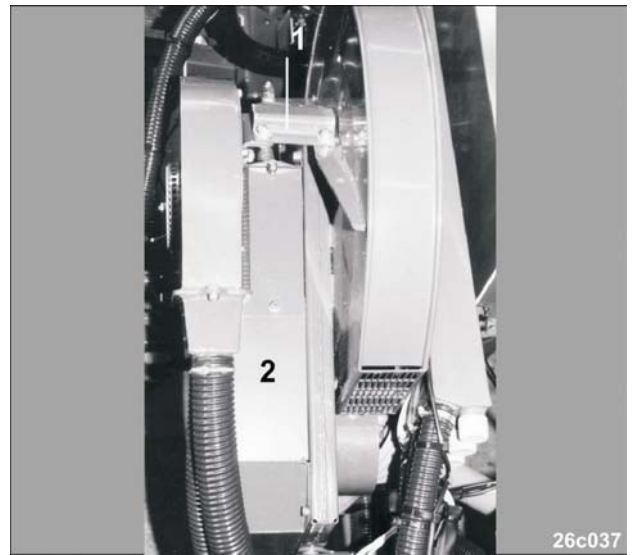

Fig. 56
- 4 bouten van de klemplaat (Fig. 56/1) van de persluchturbine losmaken en de klemplaat verwijderen
- 3-delige beschermkap (Fig. 56/2) na het losdraaien van de boutverbindingen, wegnemen
- Bouten (Fig. 56/2) losdraaien en de snaarschijf vervangen